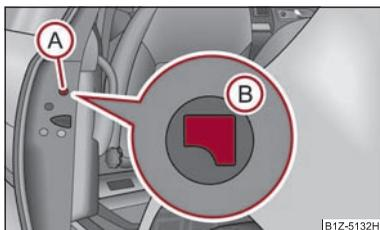

Fig. 27 Portière arrière: Verrouillage de secours de la portière
- Déposez le cache **A** ⇒ fig. 27.